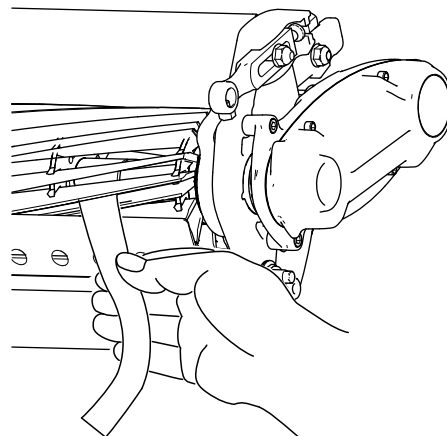

Figura 9
- B. Inserite una lunga striscia di carta di verifica del taglio (n. cat. Toro 125-5610) tra il cilindro e la controlama, perpendicolarmente alla controlama (Figura 9), poi **lentamente** ruotate il
11. Inserite una lunga striscia di carta di verifica del taglio (n. cat. Toro 125-5610) tra il cilindro e la controlama, perpendicolarmente alla controlama (Figura 9), poi **lentamente** ruotate il cilindro in avanti: dovrebbe tagliare la carta; in caso contrario, ruotate ciascuna vite di regolazione della barra di appoggio di uno scatto e ripetete questo passaggio fino a quando la carta non viene tagliata.